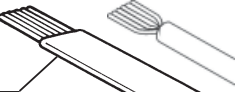

Fig. 7
- Séparer le fond (2, fig. 7) du clavier, en pressant légèrement avec un tournevis à pointe plate à l'endroit indiqué (***) afin d'éviter d'endommager le circuit imprimé.